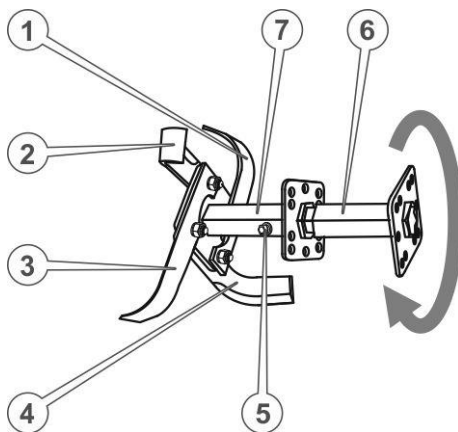
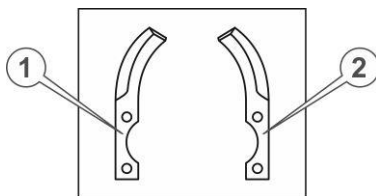

Рисунок 10 – Ґрунтофреза
Рисунок 11 – Ножи ґрунтофрези
1. Вставити додаткову маточину ротора в шестигранний отвір основної маточини та зафіксувати, щоб уникнути можливого осьового зсуву, болтом М8х80 з плоскою і пружинною шайбою (див. рисунок 10).
2. Взяти з комплекту ґрунтофрези по одному лівому і правому ножу (див. рисунок 11).
3. Притулити приготовані ножі (наприклад, поз. 2 та поз. 3 на рисунок 11) до кріпильного квадрата маточини уздовж двох суміжних сторін цього квадрата у такий спосіб, щоб квадрат опинився всередині загинів ножів, загострені частини ножів були спрямовані в напрямку обертання (як зазначено стрілкою на рисунок 10), кріпильні отвори ножів збіглися з отворами квадрата, водночас кінцевий отвір одного ножа (3) збігся із серединним отвором іншого ножа (2). Утримуючи ножі в такому положенні, вставити в отвір болт, надіти шайби та наживити гайку.